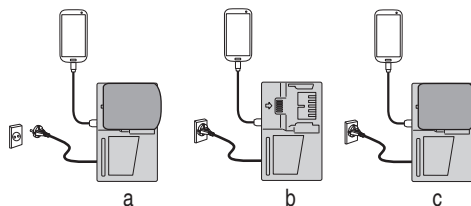

Fig. 7
- (1) Seleccione un método de carga. Dependiendo del método de carga seleccionado, tanto si la batería se ha insertado en el cargador o si el cable de alimentación está enchufado a una toma de corriente.
- Carga de un dispositivo USB mediante batería (Fig. 7-a)
- Cargar un dispositivo USB desde una toma de corriente eléctrica (Fig. 7-b)
- Cargar un dispositivo USB y su batería desde una toma de corriente eléctrica (Fig. 7-c)